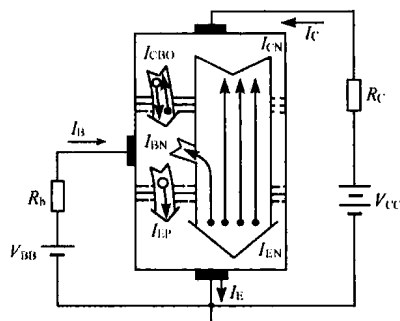

图 1-3 晶体管内部载流子运动与外部电流
(1)晶体管内部载流子的运动如图 1-3 所示。
设由发射区向基区扩散所形成的电子电流为 I_{EN} ,基区向发射区扩散形成的空穴电流为 I_{EP} ,基区内复合运动所形成的电流为 I_{BN} ,基区内非平衡少子(即发射区扩散到基区但未被复合的自由电子)漂移至集电区所形成的电流为 I_{CN} ,平衡少子在集电区与基区之间的漂移运动所形成的电流为 I_{CBO} ,由图 1-3 可得晶体管的电流分配关系为